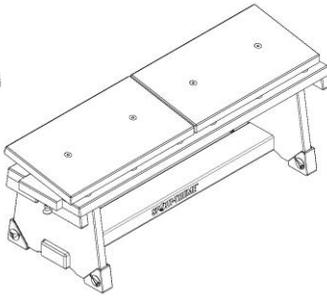
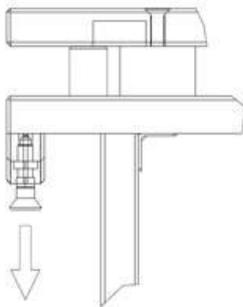
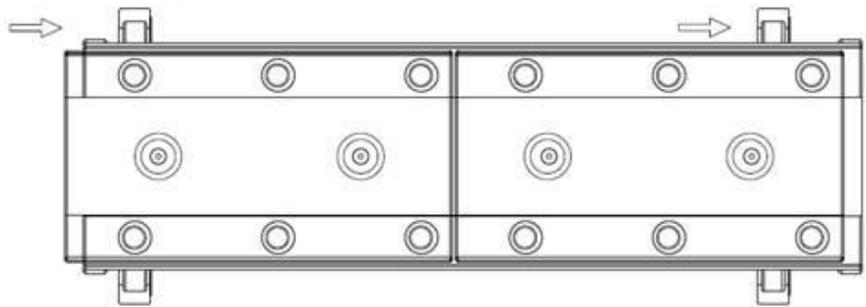

Abb. 3: flexibel und breit
Abb. 6: Ziehen des Rastbolzens
Abb. 7: Bewegen des Schiebemechanismus
- Um eine flexible und breite Lauffläche (s. Abb. 3) zu erhalten, muss der Rastbolzen herausgezogen werden (s. Abb. 6). Nun kann der Schiebemechanismus bewegt werden bis der Rastbolzen wieder einrastet (s. Abb. 7)